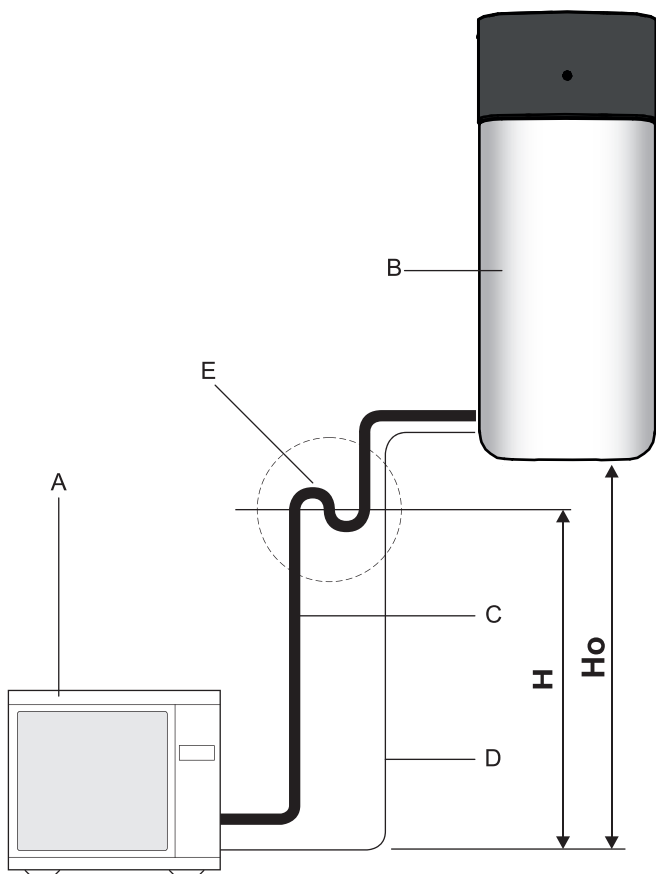

Fig. 4-46 Arco coletor do óleo da conduta de refrigerante
- São necessários se a Daikin Altherma EHS(X/H) não for instalada ao nível do chão em relação ao aparelho externo da bomba de calor (Fig. 4-46, HO ≥ 10 m).
- Tem de ser instalado pelo menos um arco coletor do óleo por cada 10 m de diferença de altura (Fig. 4-46, H = distância entre arcos coletores do óleo).
Tab. 4-9 Legenda para Fig. 4-46